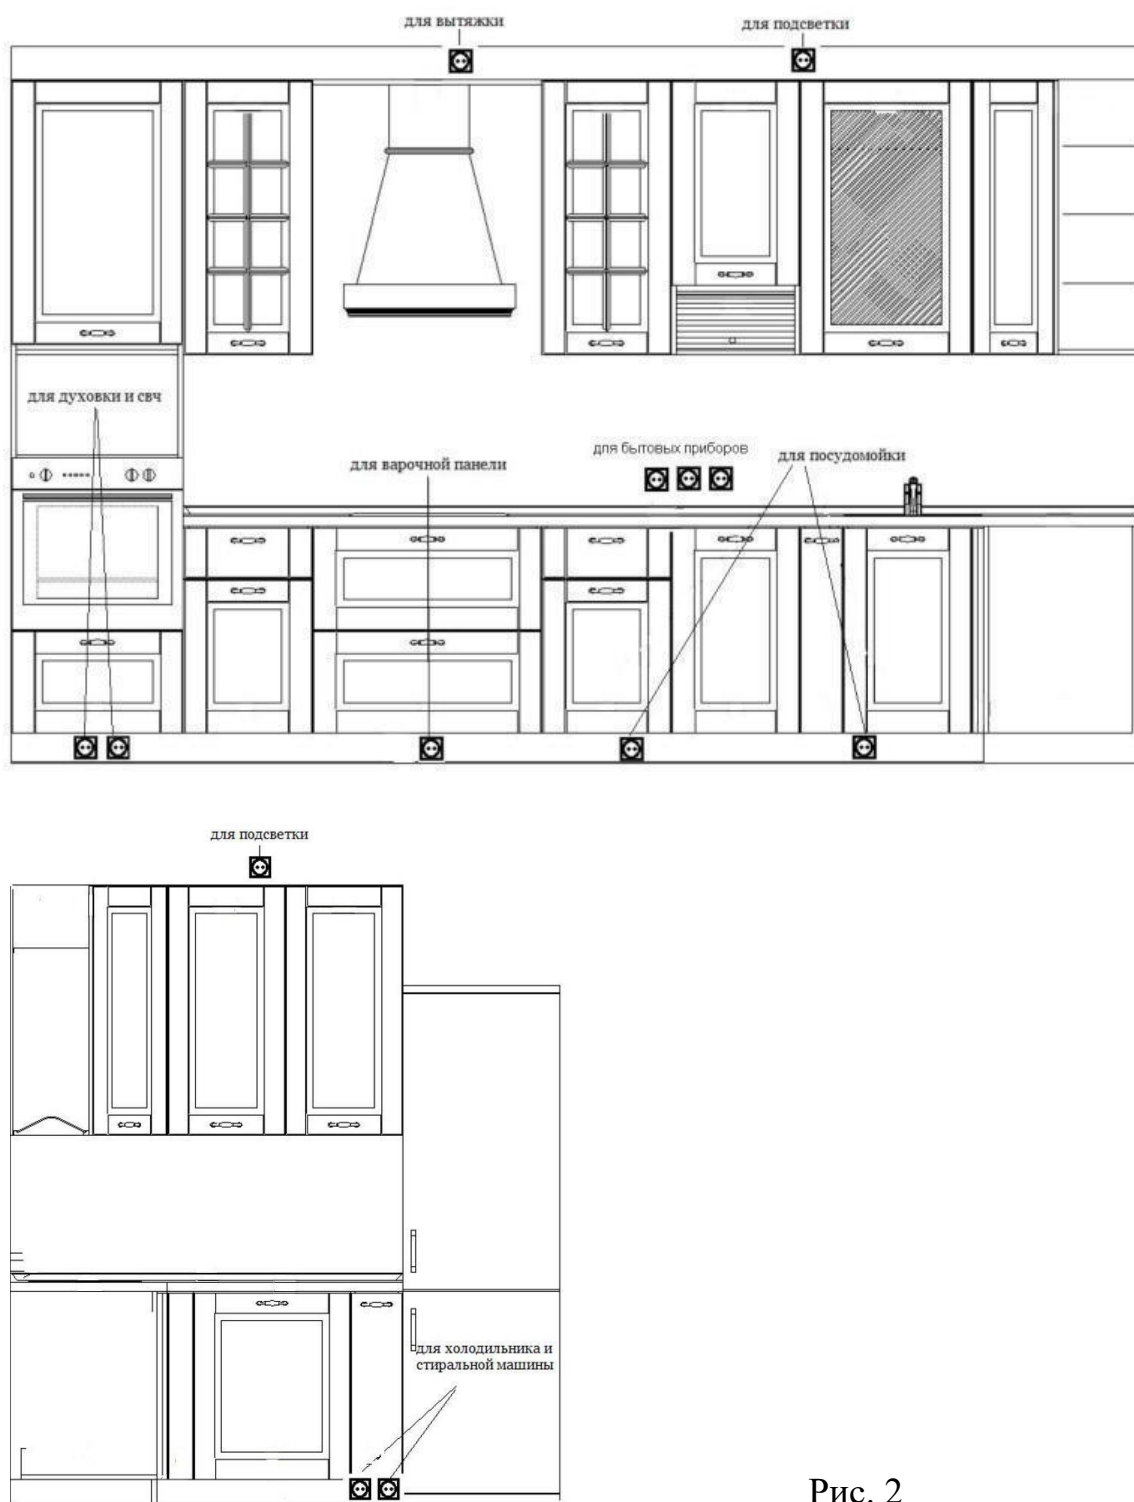

Рис. 2
- Розетки для встраиваемой бытовой техники рекомендуется размещать на высоте не более 100 мм от уровня пола до верхнего края розетки (Рис. 2).
- Розетки для бытовых электроприборов рекомендуется размещать выше столешницы (Рис. 2).
- Розетки для подключения механизмов вытяжек желательно располагать на высоте 100 мм от верхнего края навесных шкафов (Рис. 2).